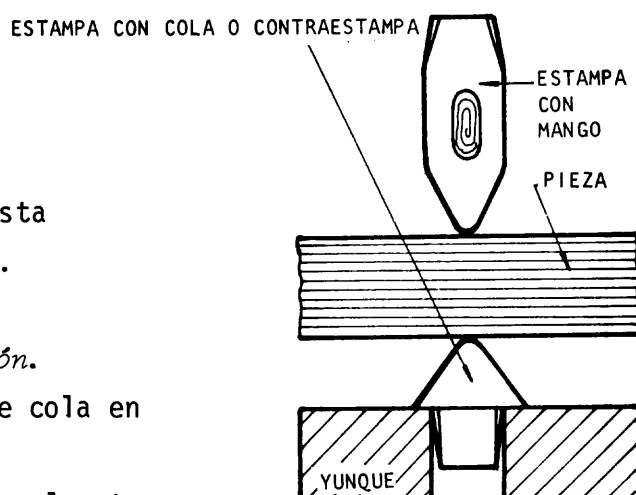

Fig. 2
- d Coloque la estampa de mango en oposición a la estampa de cola (fig. 2).